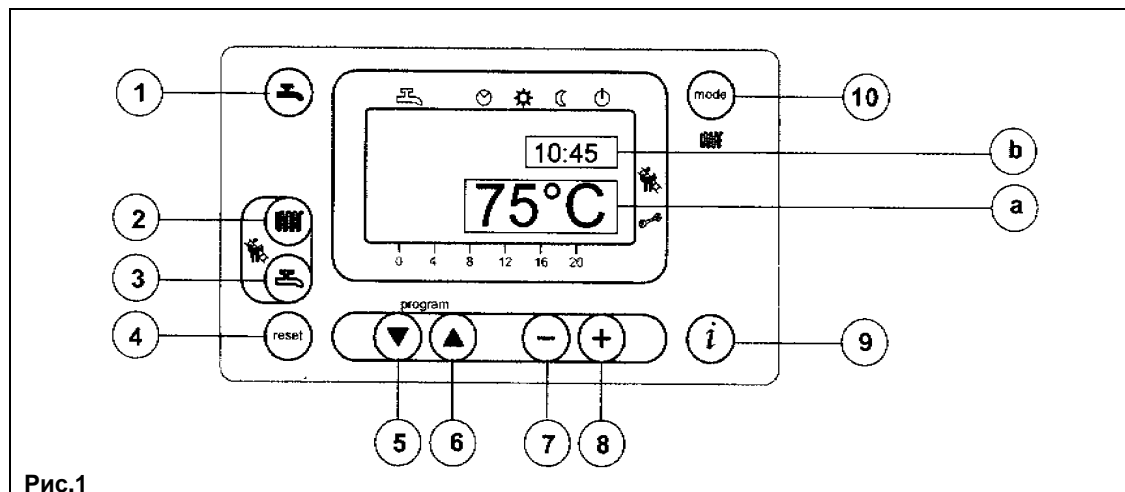

Рис.1
- Для установки значения температуры воды системы отопления нажмите кнопку  (поз. 2, Рис. 1);
- нажмите одну из кнопок   (поз. 1 или 10 Рис. 1) для запоминания значения и возврата в основное меню.
Прим. При подсоединенном датчике уличной температуры с помощью кнопки  (поз. 2, Рис. 1) можно осуществлять смещение по климатическим кривым. Для увеличения или уменьшения комнатной температуры в отапливаемом помещении действуйте кнопками  .
- Для установки максимального значения температуры воды системы ГВС нажмите кнопку  (поз. 3, Рис. 1);
На основном дисплее (Рис. 1 а) одновременно с кодом неисправности высвечивается символ  (Рис. 4).
На дополнительном дисплее (Рис. 1 б) индикация неисправности происходит при помощи попеременно сменяющих друг друга кода неисправности и значения времени. В данном случае перезапуск котла возможен только после устранения причины неисправности.